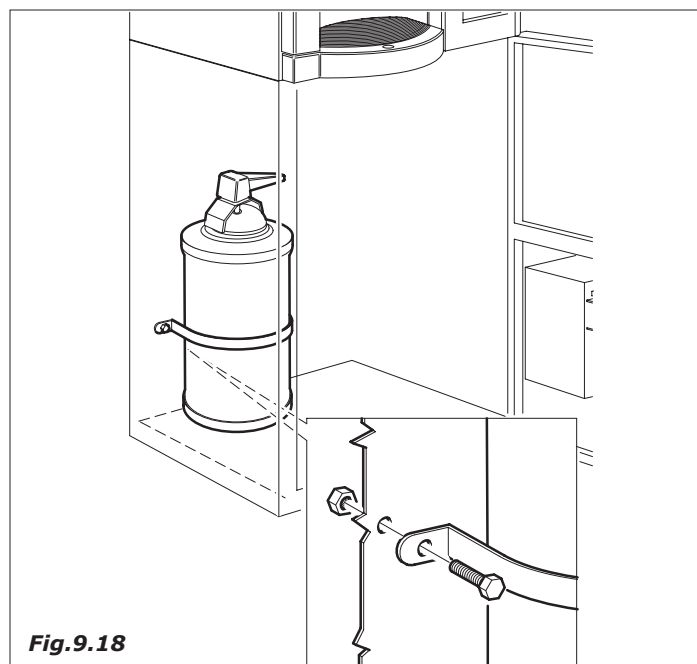

Fig.9.18
- Montare e fissare il filtro decalcificatore sulla parete posteriore del mobile base (Fig.9.18).